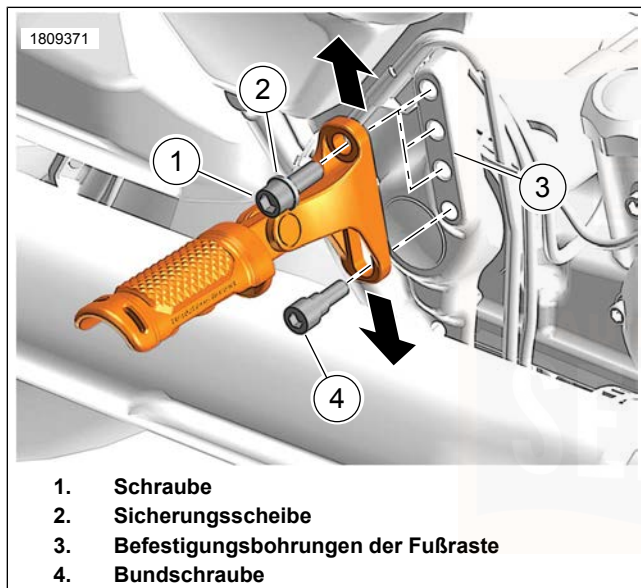

Abbildung 64. Soziesfußraste
1. Siehe Abbildung 64. Die Schraube der oberen Halterung (1) und die Sicherungsscheibe (2) entfernen.